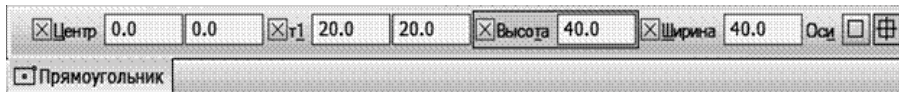

Рис. 66
3. На созданном виде вычертить квадрат с осями, размером 40×40 мм, используя команду *Прямоугольник по центру и вершине* . Координаты центра: 0, 0 (рис. 66). Проставить размер квадрата 40.